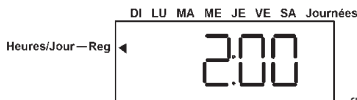

fig.13
- 2) En utilisant les touches **↓ ↑** choisissez l'heure désirée pour la régénération (fig. 13).